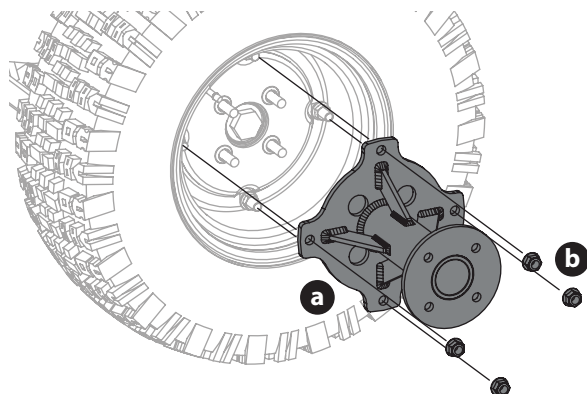

Figure 51
2. Si nécessaire, retirez l'adaptateur de roue double (a) en retirant les quatre écrous de blocage de la bride (b) (Figure 51).